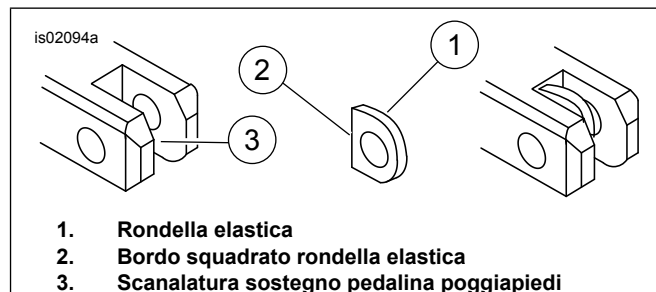

Figura 1. Installazione della rondella elastica della pedalina poggipiedi
Vedere Figura 1. Mentre si eseguono le operazioni al punto seguente, verificare che la rondella elastica sia collocata all'interno del sostegno della pedalina poggipiedi, con il bordo quadro (2) rivolto verso la parte interna del sostegno.
4. Installare le nuove pedaline poggipiedi così come erano installate le vecchie. Inserire una rondella elastica (1) e l'estremità dell'attacco della pedalina poggipiedi nelle scanalature (3) degli appositi sostegni.